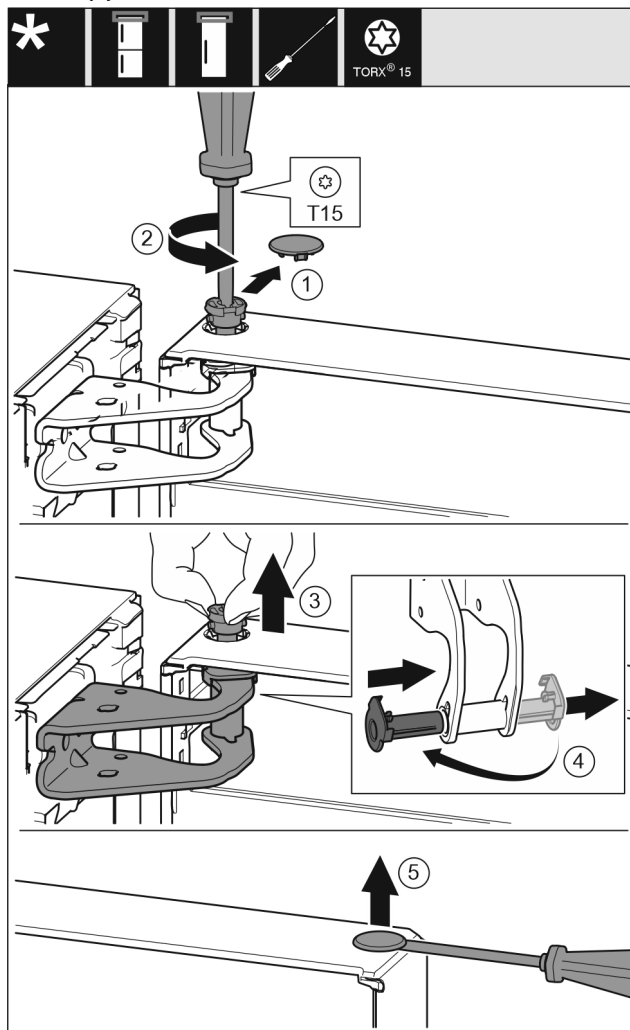

Fig. 9
- ▶ Oprezno skinite sigurnosni pokrov. Fig. 9 (1)
- ▶ Odvijačem T15 malo odvijte svornjak. Fig. 9 (2)
- ▶ Čvrsto držite vrata i prstima izvucite svornjak. Fig. 9 (3)
- ▶ Izvucite čahuru ležaja iz vodilice. Umetnite s druge strane i pustite da uskoči. Fig. 9 (4)
- ▶ Ravnim odvijačem oprežno podignite čep iz čahure ležaja vrata i izvucite ga. Fig. 9 (5)